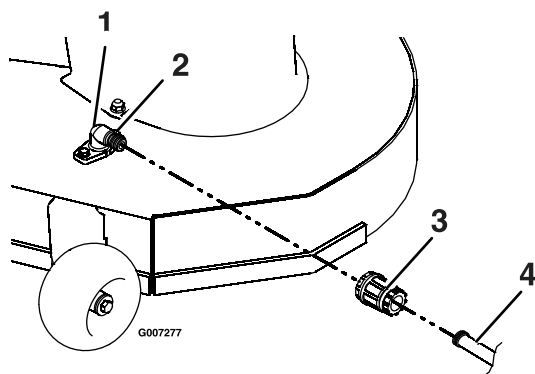

Figure 57
3. Vissez le raccord de lavage à l'embout de lavage du carter de tondeuse et ouvrez l'eau en grand (Figure 57).